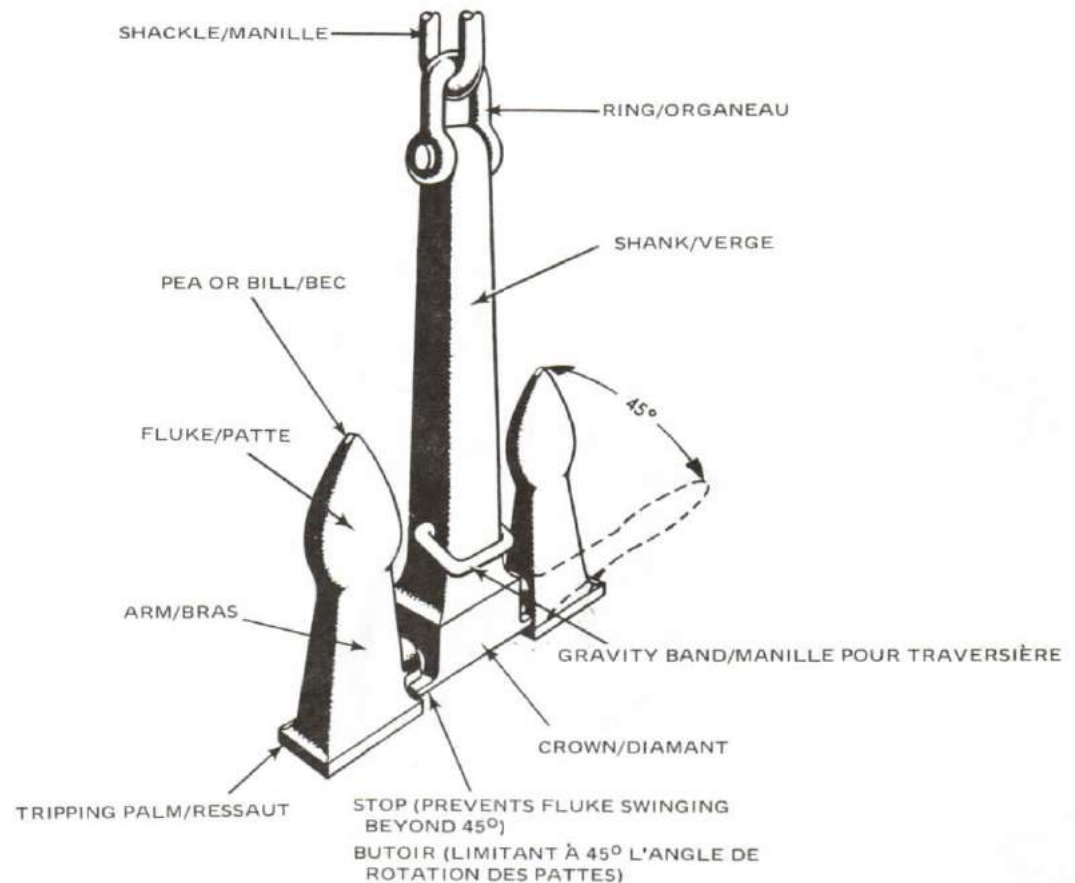

Figure 11-60
9. Figure 11-60 shows a typical anchor. It should be noted that the arms can move through an angle of 45 degrees each side of the shank.
9. La figure 11-60 montre une ancre classique. On notera que les bras peuvent être inclinés à un angle de 45 degrés de part et d'autre de la verge.